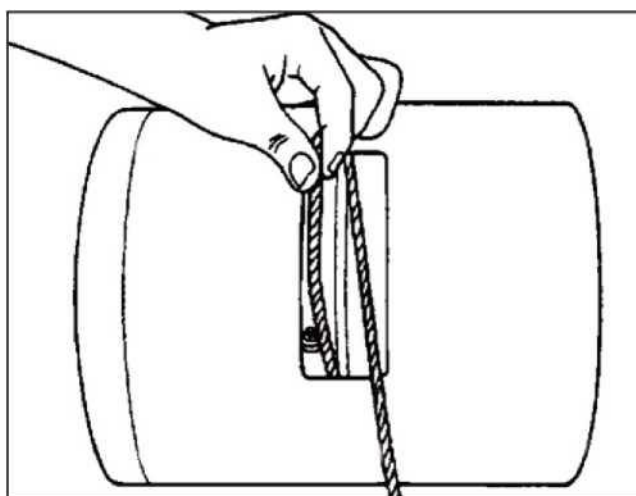

图 9.3
5. 拉动电缆，直到可以看到铆接爪，退出铆接爪，并向外拉动铆接爪，以移除钢丝绳（图 9.3）